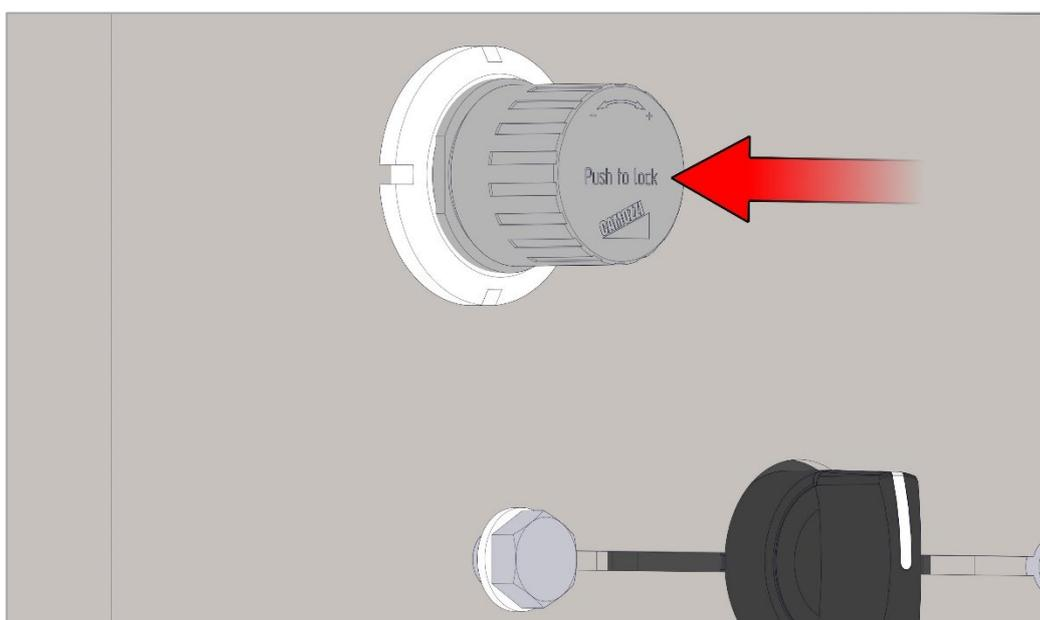

Рис. 40. Перевод рычага в исходное положение
- 4) Перевести рычаг регулятора давления в исходное положение, нажав на него (рис. 40).